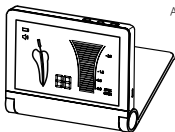

Abb.1
- Stecken Sie den Tester in die Buchse für das Messkabel (Abbildung 1). Das LCD-Display sollte einen Wert im Bereich von "0,5-0,0" anzeigen, und der Wurzelkanalanzeiger sollte im gelben Bereich sein – das bedeutet, das Gerät funktioniert einwandfrei. Wenn der Wert nicht im Bereich "0,5-0,0" liegt, könnte das Gerät beschädigt sein und darf nicht verwendet werden.
- Anschluss des Messkabels: Stecken Sie den Stecker des Messkabels fest in die entsprechende Buchse am Gerät. (Abb. 1)